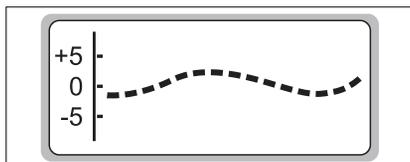

Рис. 14. Режим TRACE
В субменю MODE режим TRACE (рис. 14) используется для прорисовки переменного (AC) напряжения в виде осциллографического графика. Максимальный размах входного сигнала — в диапазоне 8 В.